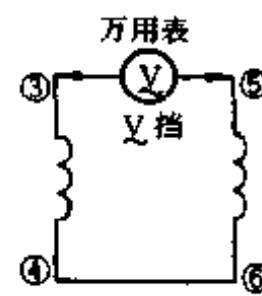
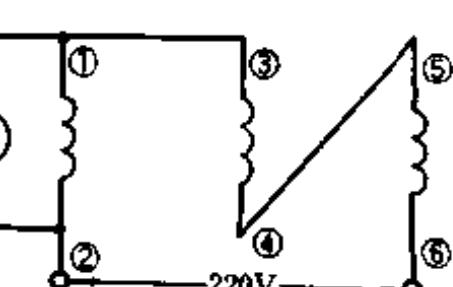

图 206
图 207
方法一是将万用表250V挡与绕组按图206接通220V电源，如表的示值不为0，则③、⑤是头，④、⑥是尾；如表的示值为0，则③、⑤是头，④、⑥是尾。然后交换绕组用相同的方法找出①、②的头尾。此法通电时间宜短，以免绕组过热。方法二如图207，接好线后仍用250V挡并通220V，测出 $U_{③②}$ 后再测 $U_{③④}$ 及 $U_{③⑤}$ 。结果有两种：（1）两个电压相同，另一个较高（设 $U_{③④}$ 较高），则②、④、⑤是头，①、③、⑥是尾。（2）三个电压相同，则②、③、⑤是头，①、④、⑥是尾。如两种方法互相检验，将使结果更加准确无误。